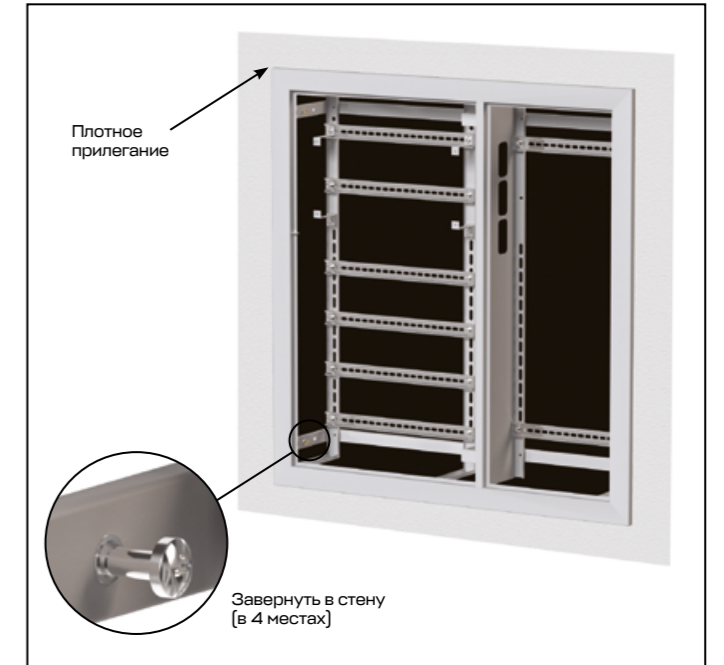

Рис. 22
2.2. Болты, установленные в корпусе щита, закрутите в стену, прижимая фасадную часть, чтобы избежать отжимания загибов щита от стены (рис. 22).